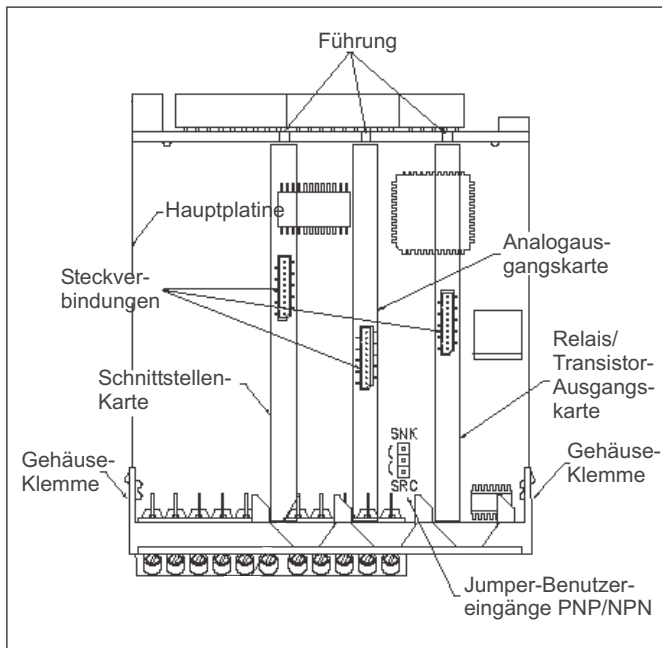

Bild 4.1: Ausgangskarten
Die Ausgangskarten haben feste Einbaupositionen. Die Steckverbinder der Karten sind so konstruiert, daß jede Karte nur auf eine bestimmte Position paßt. Die Einbauposition der Karten sind aus Bild 4.1 ersichtlich.
2. Stecken Sie die Ausgangskarte auf den entsprechenden Steckplatz (siehe Bild 4.1).
(Bild 4.1).